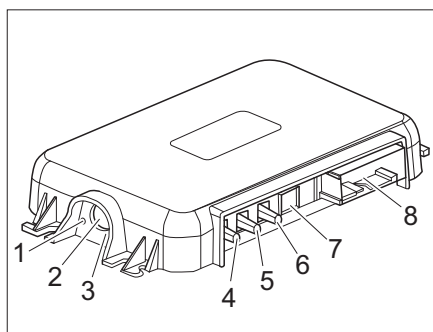

Fig. 269 SCU
- Azionare l'interruttore di attivazione (Fig. 269,1) 1× volta per creare un collegamento con la centralina EBL e SCU.